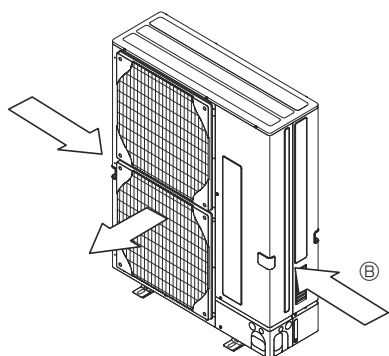

Fig. 2-5
- Εγκαταστήστε τη μονάδα με τρόπο ώστε ο αέρας που βγαίνει από το στόμιο εξαγωγής να φυσά κάθετα σε σχέση με την κατεύθυνση του ανέμου, εάν αυτό είναι δυνατό. (Fig. 2-5)